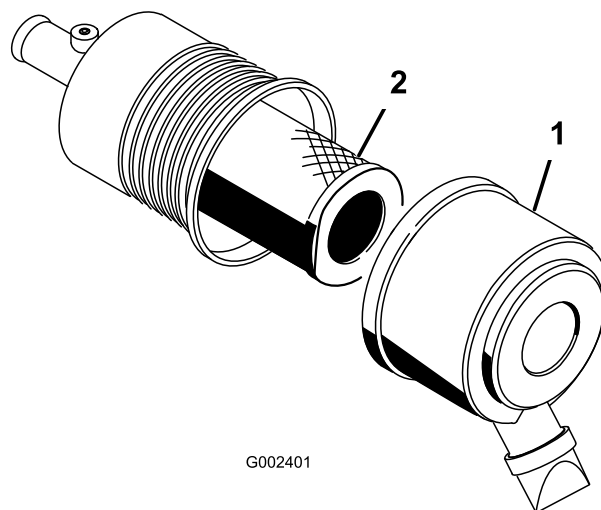

Bild 44
1. Lösen Sie die Riegel am Luftfilter und ziehen Sie die Abdeckung vom Luftfiltergehäuse ab (Bild 44).
3. Schieben Sie den Hauptfilter vorsichtig aus dem Luftfiltergehäuse heraus (Bild 44).
6. Wenn Sie den Sicherheitsfilter auswechseln, schieben Sie den neuen Filter vorsichtig in das Filtergehäuse (Bild 44).